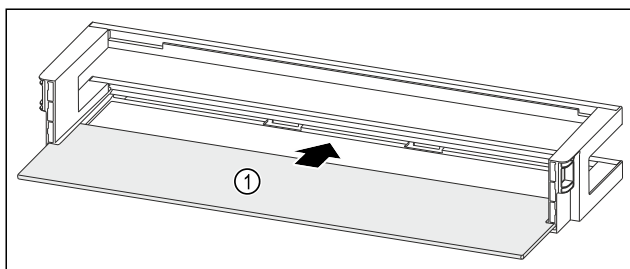

Fig. 277 Дверная полка со съемной полкой
- ▶ Вдвиньте съемную полку Fig. 277 (1) в боковые пазы.